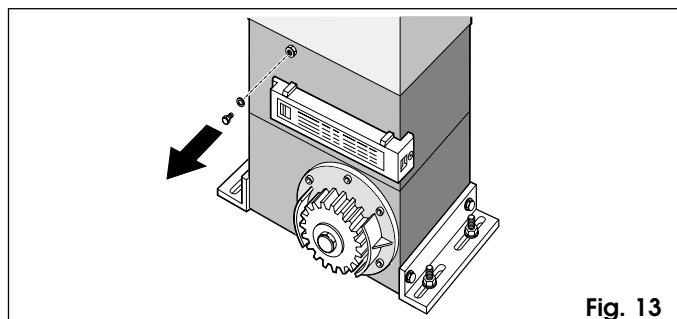

Fig. 13
- 7) Enlever et conserver la vis de purge (Fig. 13).